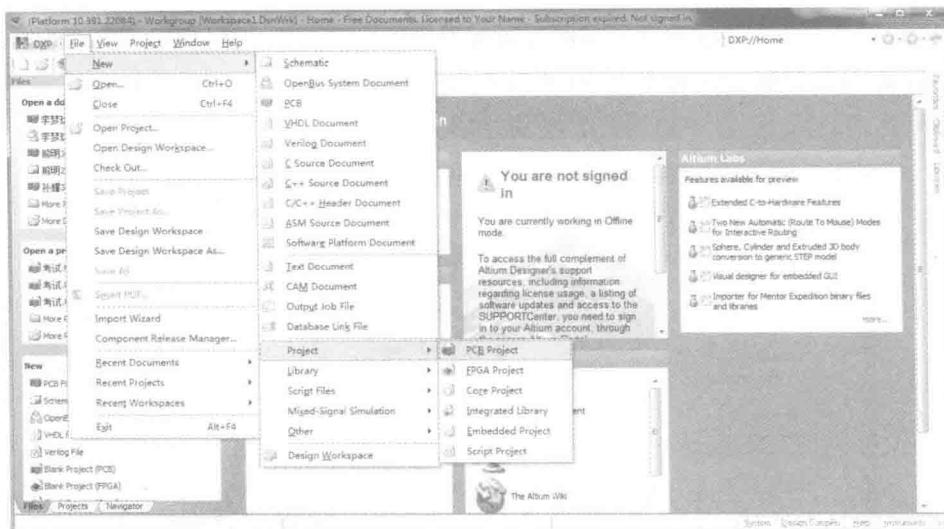

图 1-13 新建工程项目文件
(1) 启动软件后, 打开“File”菜单, 选择“New”—“Project”—“PCB Project”命令, 如图 1-13 所示。